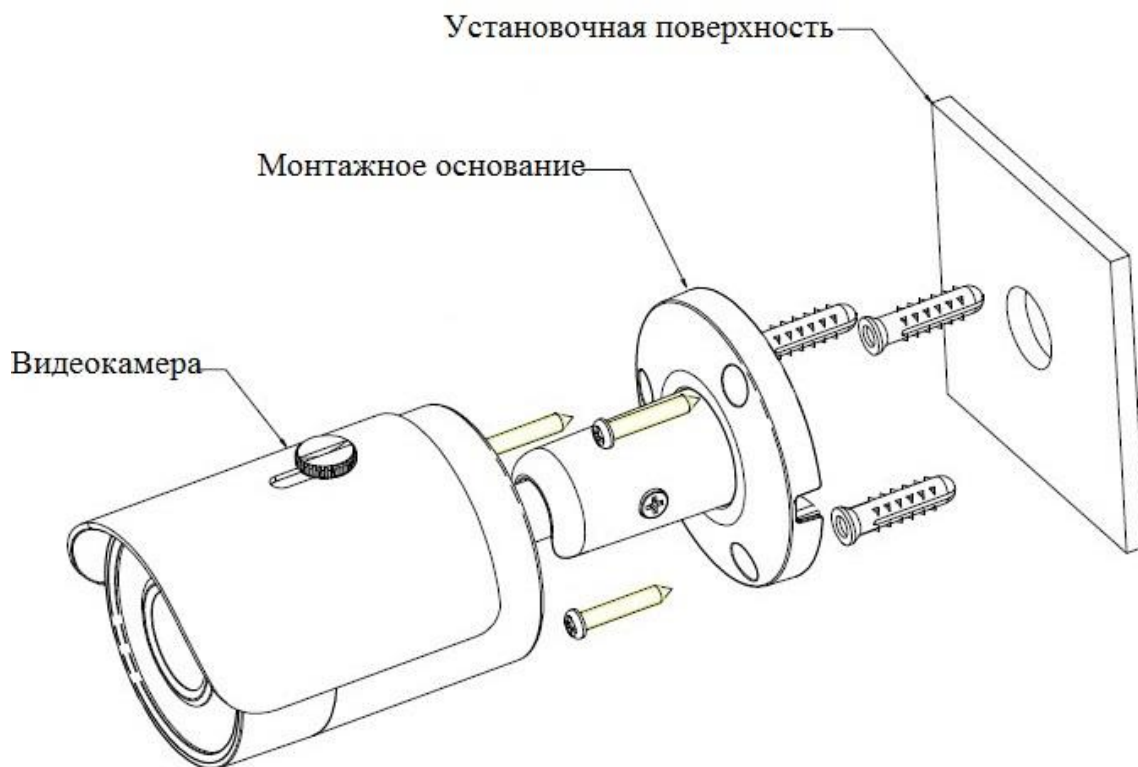

Рисунок 3
2.6 Прикрепите видеокамеру к установочной поверхности (рис.3). При необходимости поверните корпус видеокамеры на желаемый угол.